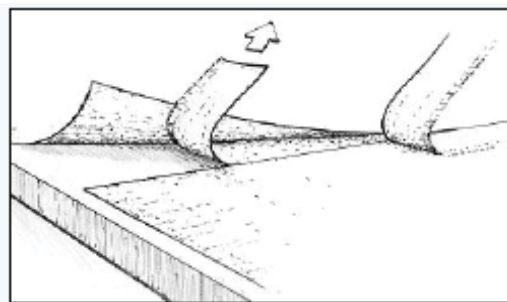

Рис. 27. Снимите верхний обрезок, приподнимите противоположный край и уберите нахлёстывающийся обрезок.
- с) Уберите верхний обрезок, поднимите противоположный край для того, чтобы убрать нахлёстывающийся обрезок (Рисунок 27).